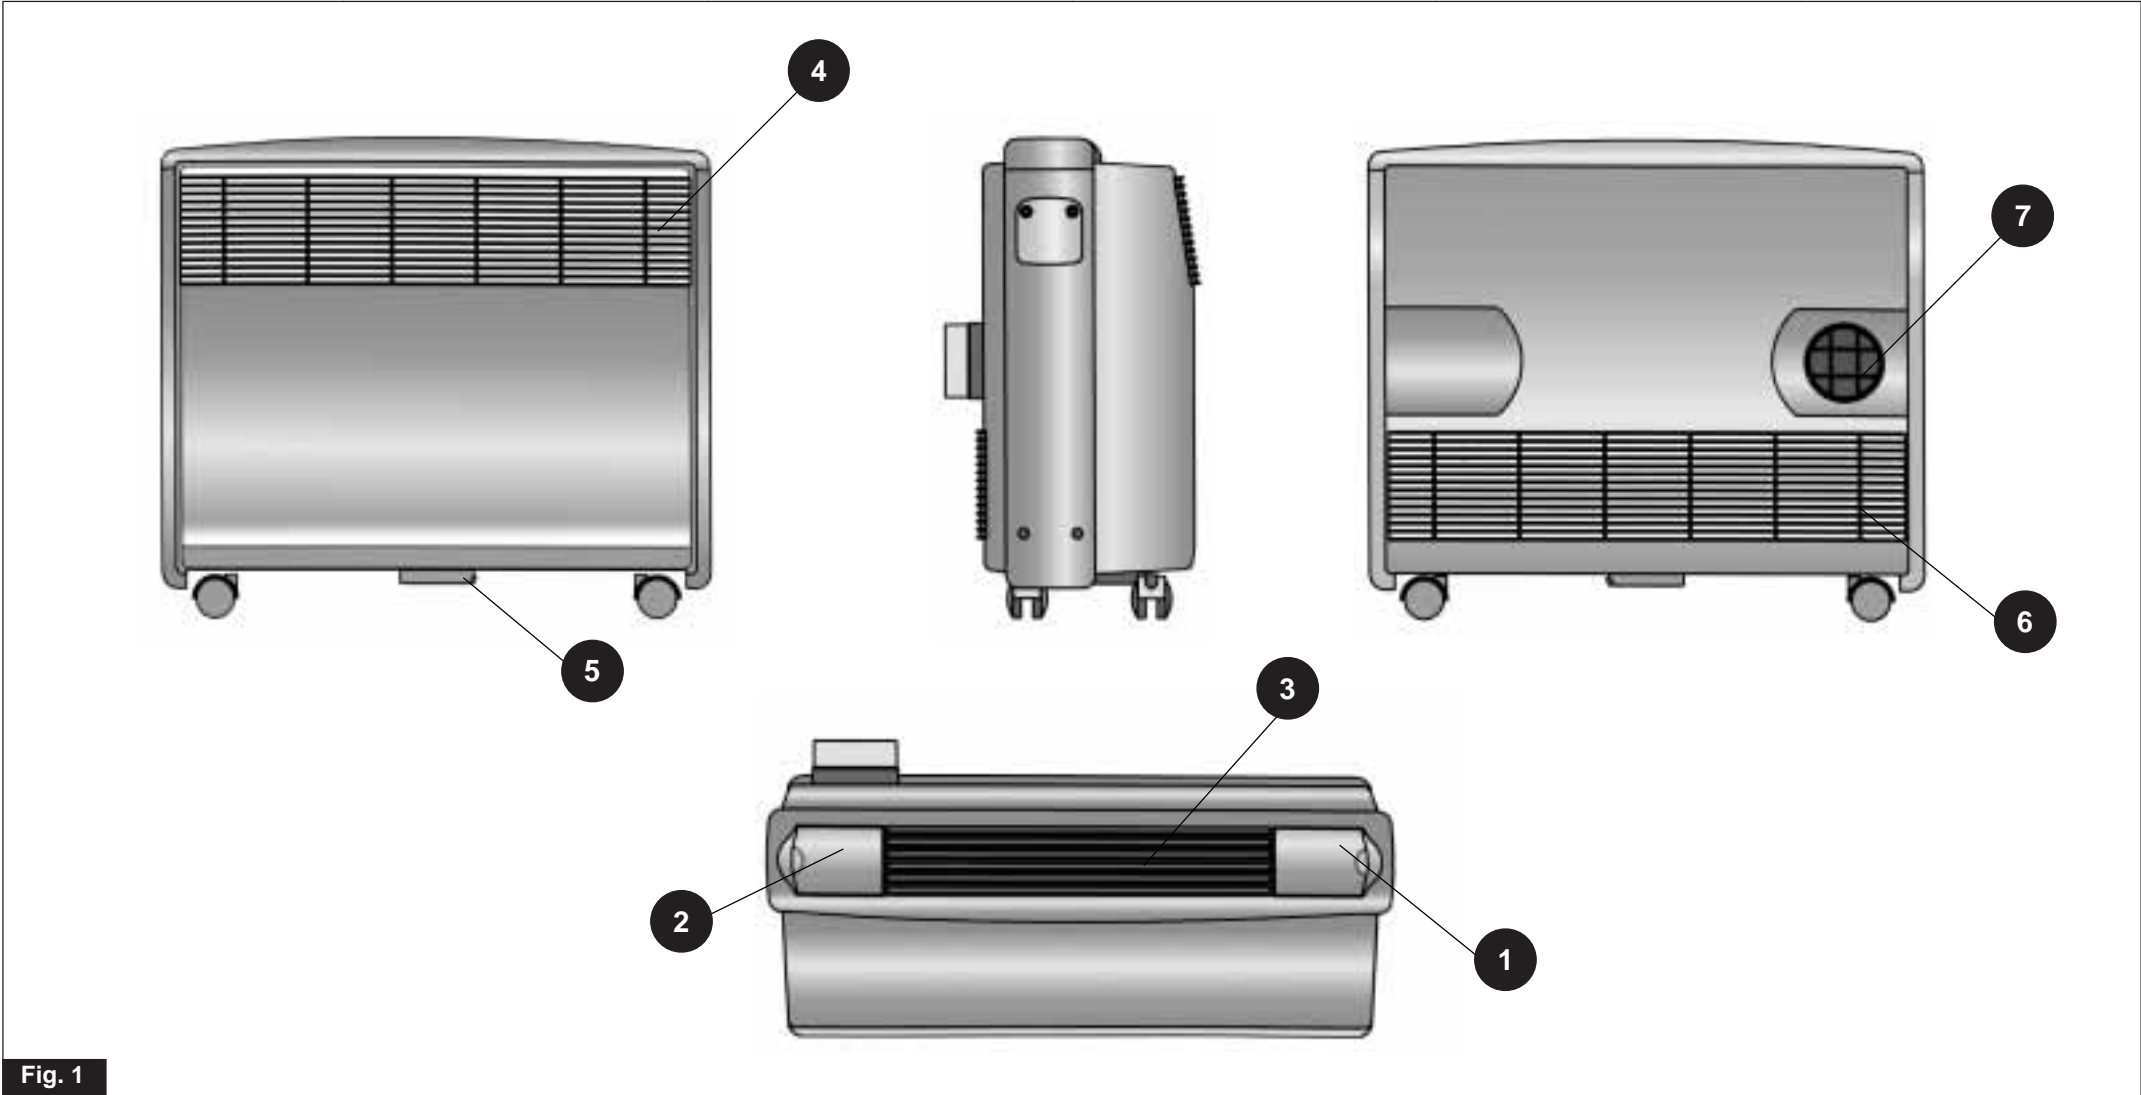

Fig. 1
- Assicuratevi che tende o altri oggetti non ostruiscano i filtri di aspirazione (fig 1 - 4).